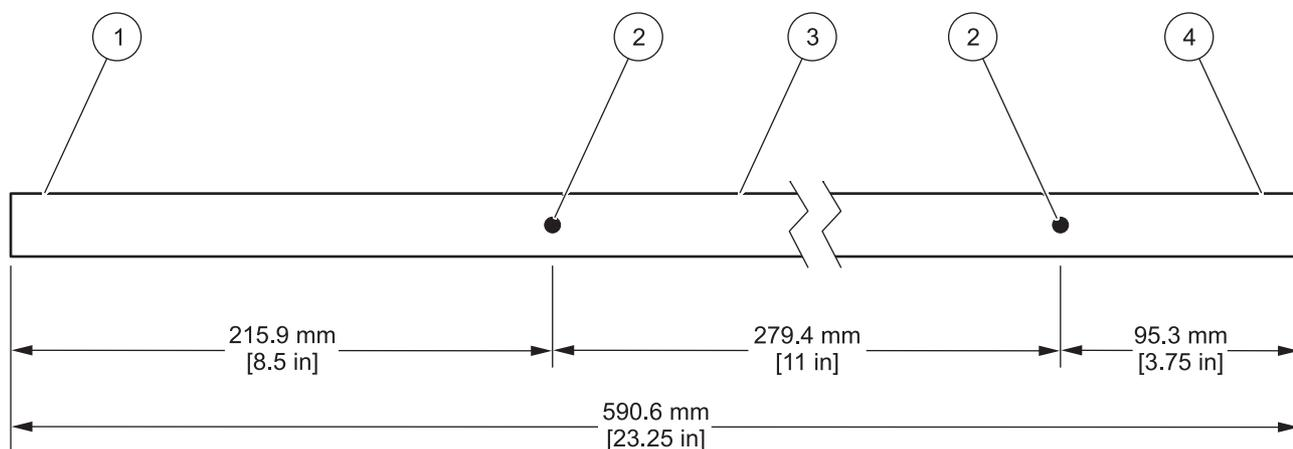

图 24 泵管 测量
2. 如果使用散装泵管, 请裁切一段 23.25 英寸泵管并在如图 24所示的位置标记调准点。